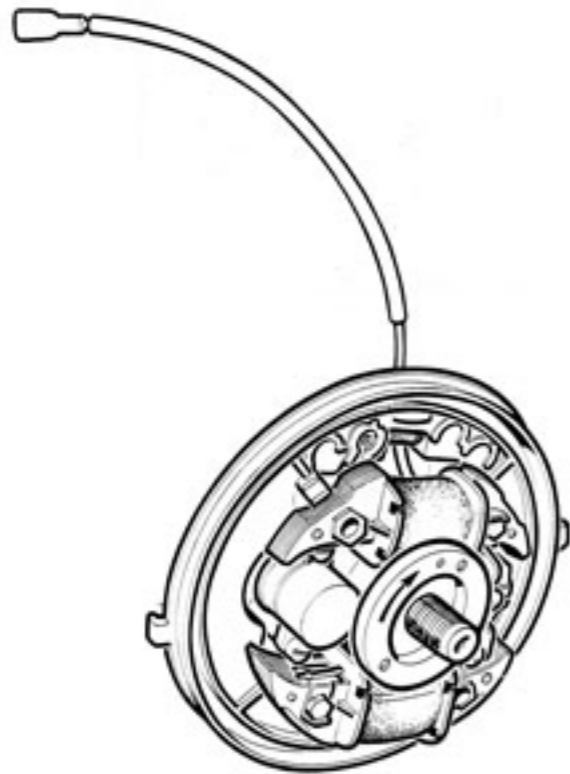

Fig. 1
- Placer provisoirement la came sur la soie de vilebrequin et la faire tourner doucement jusqu'à ce que les grains de contact du rupteur soient ouverts au maximum (Fig. 1).